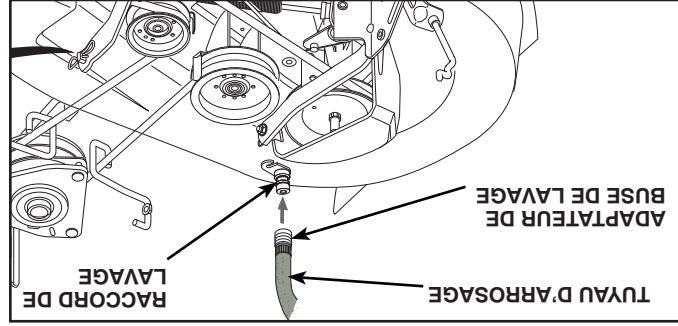

Fig. 26
## RACCORD DE LAVAGE DU PLATEAU DE COUPE (Voir La Fig. 26)
4. Tirez sur la collette de blocage de l'adaptateur de la buse de lavage puis poussez l'adaptateur sur le raccord de lavage du plateau de coupe situé à l'extrémité gauche du plateau de coupe de la tondeuse. Relâchez la collette de blocage pour bloquer l'adaptateur sur la buse de lavage. (Voir La Fig. 26)